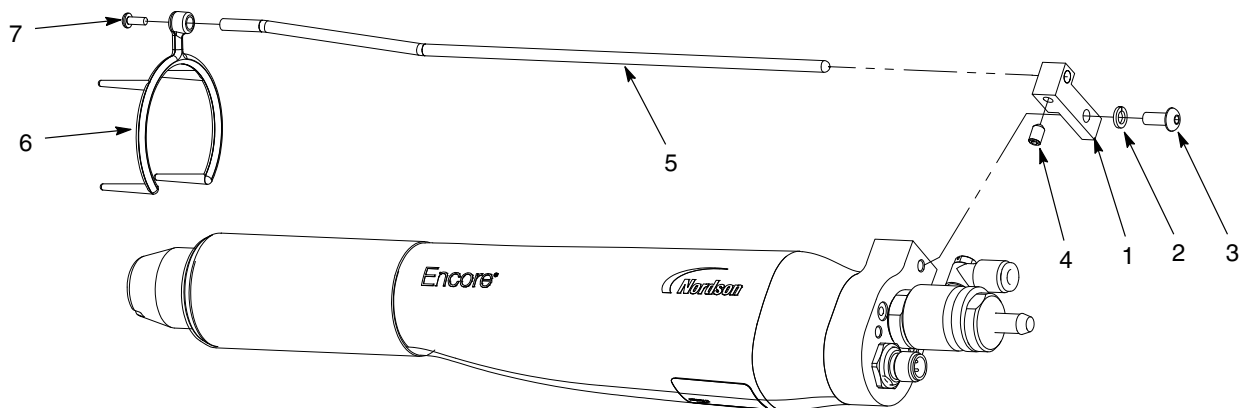

Abb. 3-4 Ionensammler installieren - Abb.: Flachsprühdüse
1. Siehe Abbildung 3-4. Den Montageblock (1) mit M5-Federscheibe und Schraube (2, 3) an der Pistole anbringen.
2. Den Sammelstab (5) in die Halterung einstecken und mit der M5 x 8 Halteschraube (4) aus dem Ionensammlersatz befestigen.
3. Die Mehrfachspitze (6) auf die Düsenmutter schieben und mit der M3-Schraube (7) am Sammelstab befestigen.
3. Siehe Abbildung 3-4. Den Gewindestift (4) lösen und die Mehrfachspitze vom vorderen Ende der Pistole weg bewegen.